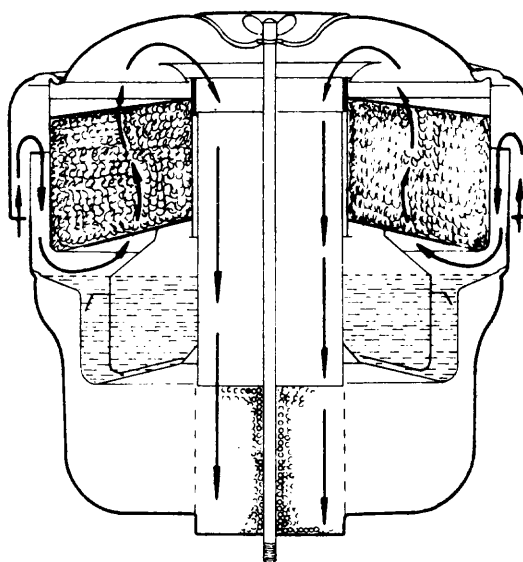

Fig. 4
*Filtro de aire a baño de aceite para trabajo liviano (fig. 4)*